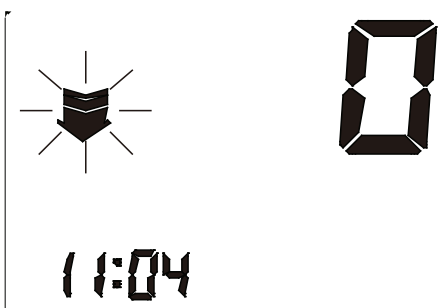

Figura 6-3
- Después de haber seleccionado la unidad de memoria, el monitor empieza a buscar la presión cero. Véase figura 6-3.